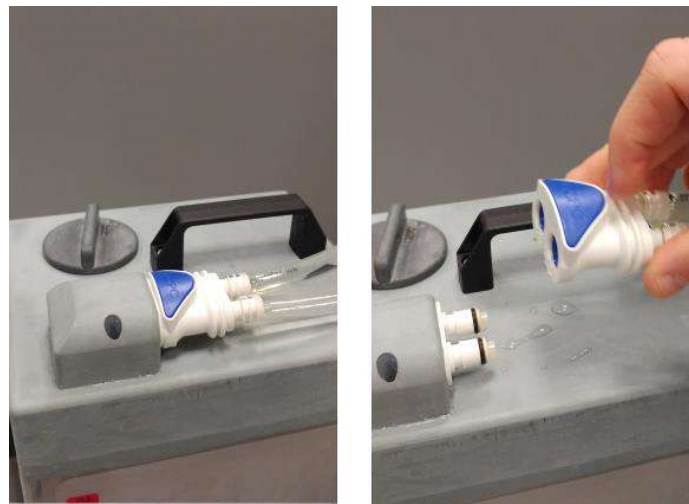

Figura 12-3
Paso 5: Desconecte las tuberías, consulte la Figura 12-3.
Paso 11: Asegúrese de que la manguera del circuito de agua esté conectada a la unidad frontal. Véase **Figura 12-3**.